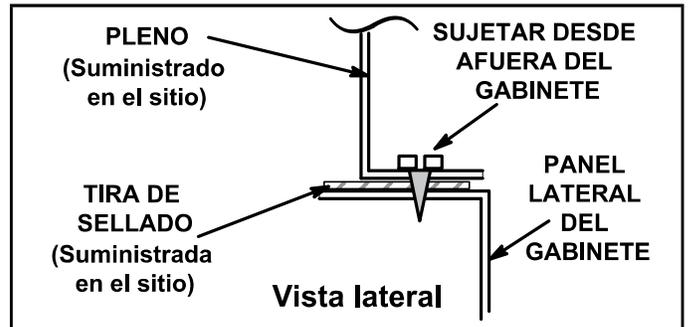

FIGURA 17
- 1 - El borde inferior del pleno debe bridarse con un borde doblado (ver la Figura 17 o 18).